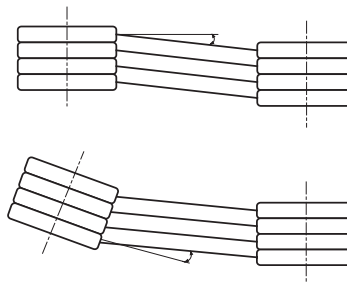

Abb. 9
- Die Parallelabweichung der beiden Riemenscheiben muss weniger als 20' betragen (Abb. 9, Seite 10).